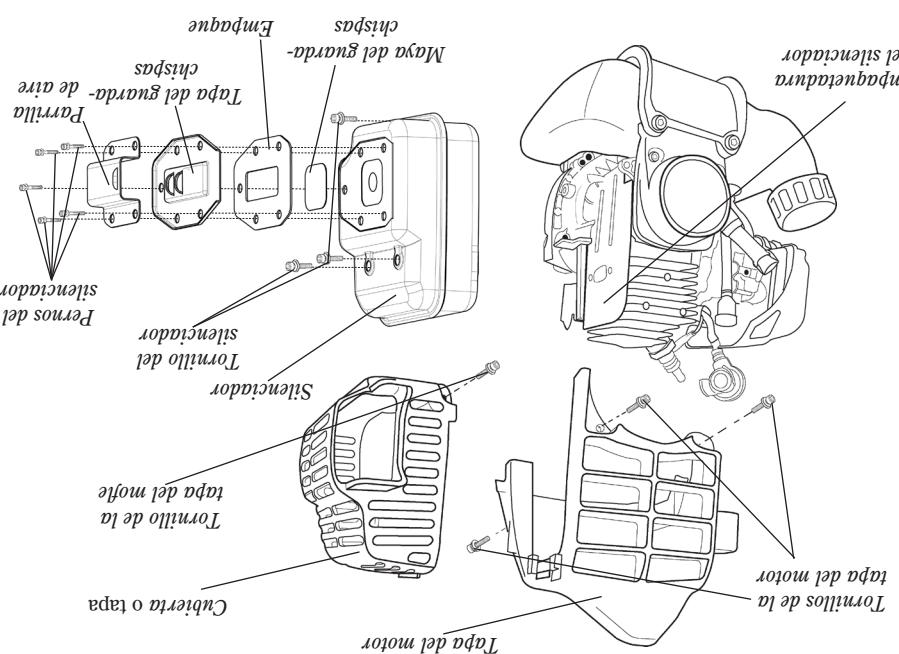

Figura 30
- Con una llave hexagonal de 3 mm retire la cubierta del motor y los tres tornillos de la tapa del motor y la tapa del motor. Consulte la figura 30.
- Con un destornillador de cruz retire la cubierta del motor y los tres tornillos que sostienen la tapa del motor. Consulte la figura 30.
- Con una llave hexagonal de 3 mm retire los pernos del silenciador y el silenciador. Consulte la figura 30.